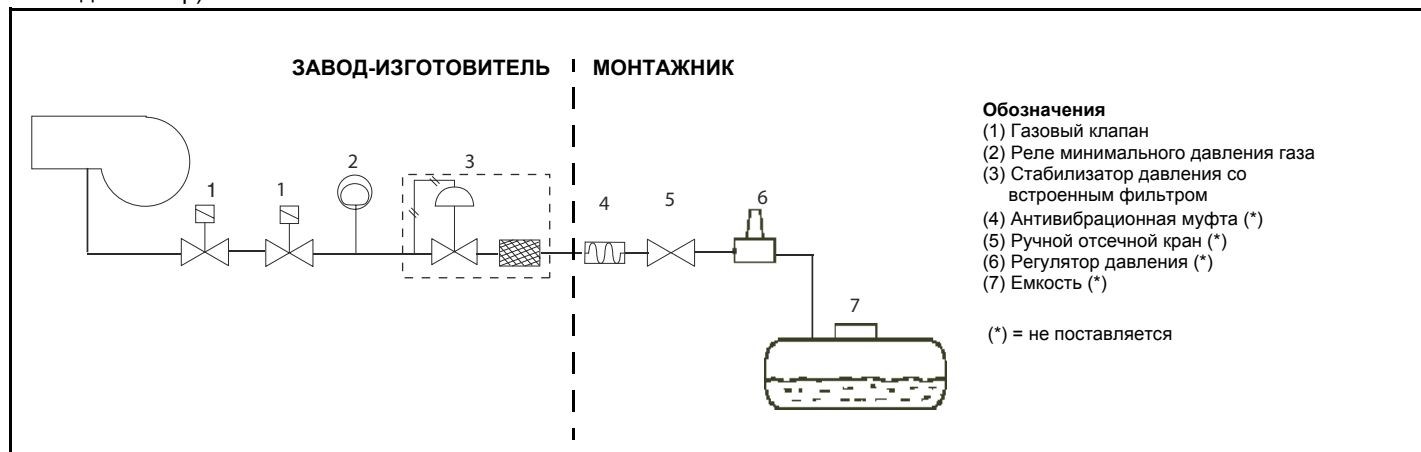

Рис. 5
**ВНИМАНИЕ:** после монтажа газовой рампы согласно схеме на Рис. 5, необходимо провести тестирование на герметичность газового контура, согласно требований действующих нормативов.